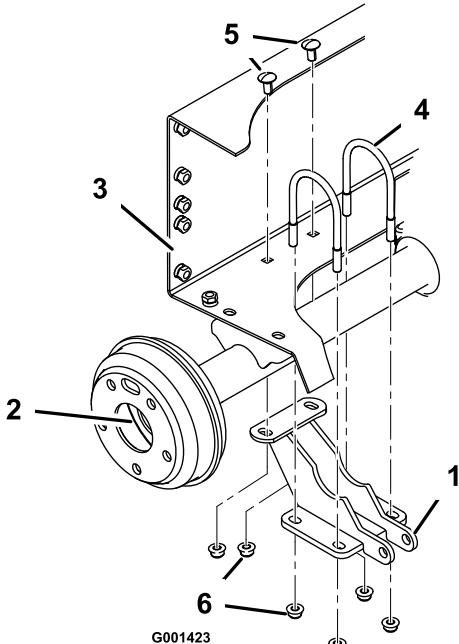

Figure 5
- 4. Montez le support de vérin de relevage sans le serrer sur l'extrémité droite de l'essieu arrière au moyen de 2 étriers filetés et de 4 écrous à embase (3/8 pouce) tout en alignant les trous de montage sur les trous du support de batterie (Figure 5).
- 5. Fixez le support de vérin de relevage au châssis arrière avec 2 boulons de carrosserie (3/8 x 3/4 pouce) et 2 écrous à embase (3/8 pouce). Serrer les 4 écrous à embase sur les étriers filetés au même couple pour bien aligner le support par rapport à l'essieu. Serrer les deux écrous qui fixent l'arrière du support au châssis arrière (Figure 5).